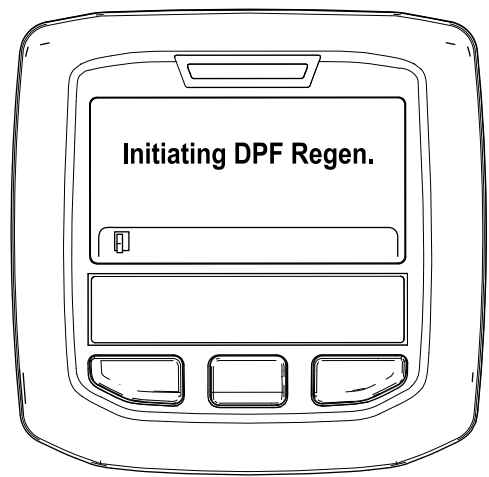

Figure 35
- A. Le message « Initiating DPF Regen. » (lancement régén. FAP) s'affiche (Figure 35).